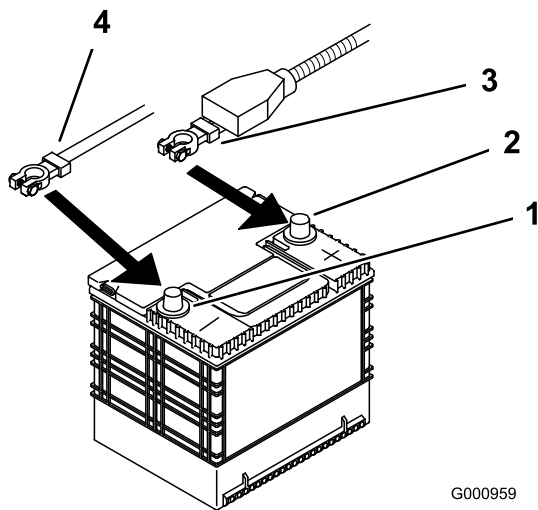

Figura 38
4. Staccate prima il cavo negativo della batteria dal morsetto negativo (-) della batteria (Figura 38).
5. Sfilate la guaina rossa del morsetto dal morsetto positivo (rosso) della batteria. Togliete quindi il cavo positivo (rosso) della batteria (Figura 38).
4. Fissate i cavi con due bulloni (1/4 x 3/4"), due rondelle (1/4") e due dadi (1/4") (Figura 38).